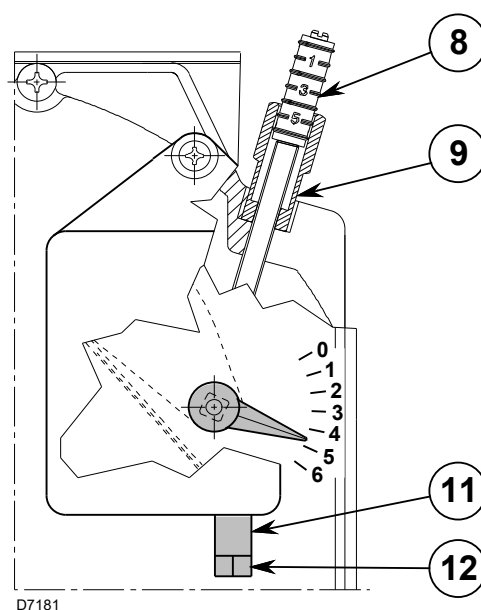

Fig. 15
Il primo avviamento deve sempre essere effettuato, agendo sulla vite 12)(Fig. 15), in modo che l'indice della posizione serranda aria di 1° stadio sia superiore a tacca 1, (taratura di fabbrica tacca 1).
- Allentare il dado 9) e agire sulla vite 8)(Fig. 15) per regolare la portata di aria di 2° stadio (vedi valori di CO₂ riportati nella Tab. T).
- Regolare il 1° stadio agendo sulla vite 12) dopo aver allentato (*senso orario*) il dado 11)(Fig. 15) facendo riferimento alla tabella sottostante per i valori di CO₂.
- Una volta raggiunta la regolazione ottimale bloccare (*senso antiorario*) il dado 11)(Fig. 15). All'arresto del bruciatore, la serranda aria per effetto del suo peso, si chiude automaticamente, fino ad una depressione massima al camino di 0,5 mbar.